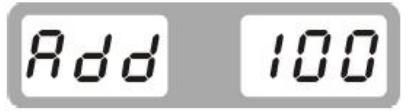

Рис. 12.
4.3.7. После закрепления противовесов, опустите кожух или нажмите , чтобы выполнить вращение. Если на дисплее отобразится 00 00, - это означает успешную балансировку. (Рис. 12.)